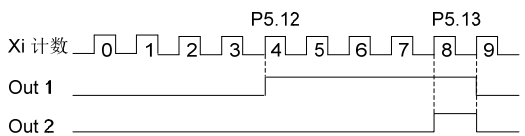

图 6-18 预置和到达计数值给定示意图
2、Yi 端子设置为“10: 预置计数值动作”, 动作时序如图 6-18 中 Out1, 在计数值处于 P5.12 与 P5.13 之间时输出有效电平。
Yi 端子设置为“11: 到达计数值动作”, 动作时序如图 6-18 中 Out2, 在计数值到达 P5.13 后输出有效电平并持续到计数值开始变化。